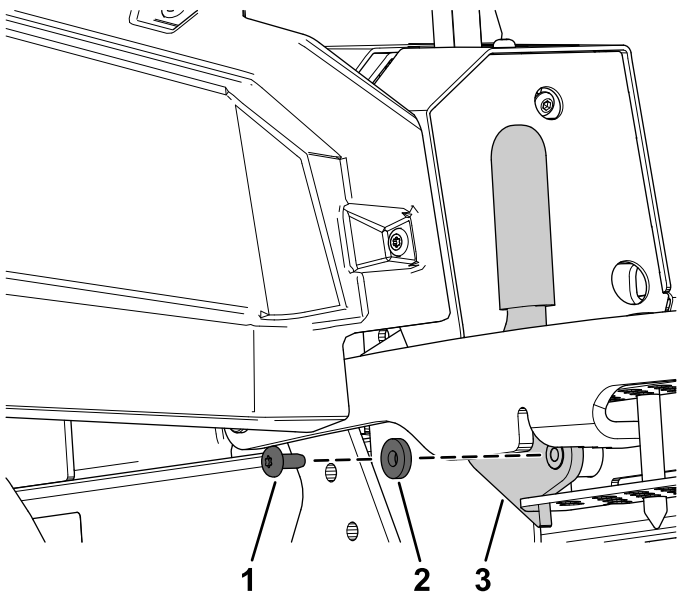

Bild 20
3. Entfernen Sie die Schraube, die Unterlegscheibe und die Transportsicherung (Bild 20).